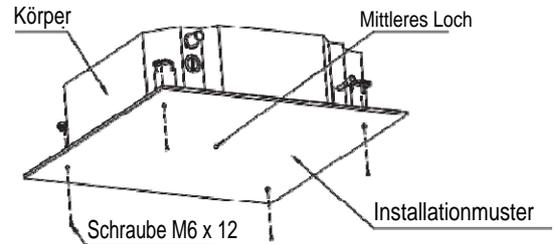

Abb.5-6
- 2 Nach der Installation des Körpers sollte für die Installation des Körpers eine Papierschablone mit Stift verwendet werden, um im Voraus die Größe und Position des Deckenloch festzulegen (Siehe Abb.5-6).